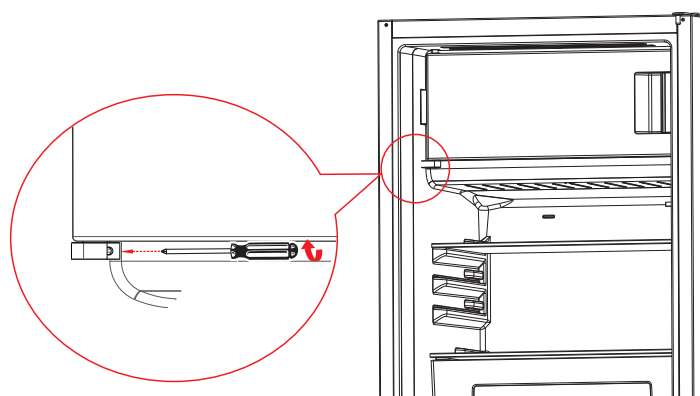

Fig. 10
- ▶ Vissez à présent solidement la charnière du compartiment (fig. 10).